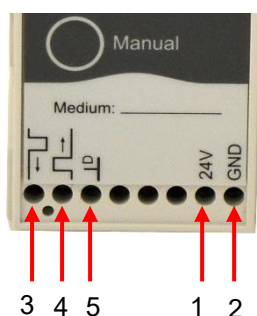

Figura 1
16. Aparafuse cada cabo às ligações de aperto do FlowClip. Utilize a figura 1 como orientação.